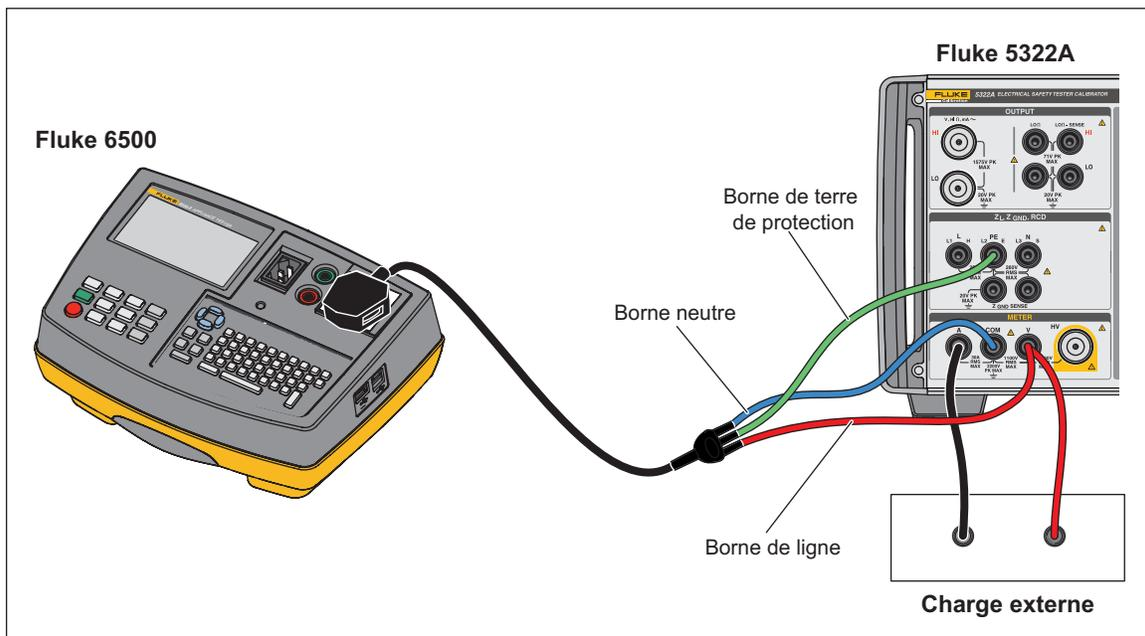

Figure 55. Etalonnage de l'ampèremètre et du voltmètre avec un adaptateur de câble
2. Connectez l'appareil testé aux bornes A, COM et V du compteur du produit comme indiqué sur les Figures 55 et 56. Effectuez également une connexion protégée à la terre entre l'appareil testé et la borne PE du produit.